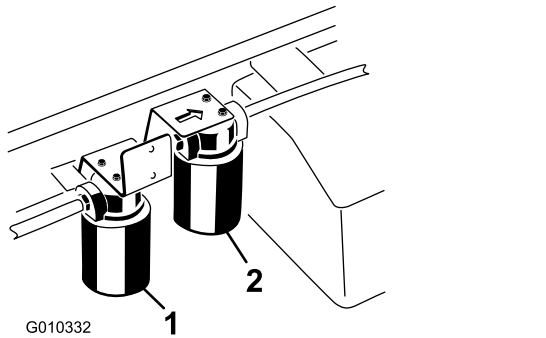

Bild 72
3. Stellen Sie eine Auffangwanne unter den Filter und entfernen den Filter (Bild 72).
1. Reinigen Sie den Anbaubereich des Hochflussfilters (Bild 72).